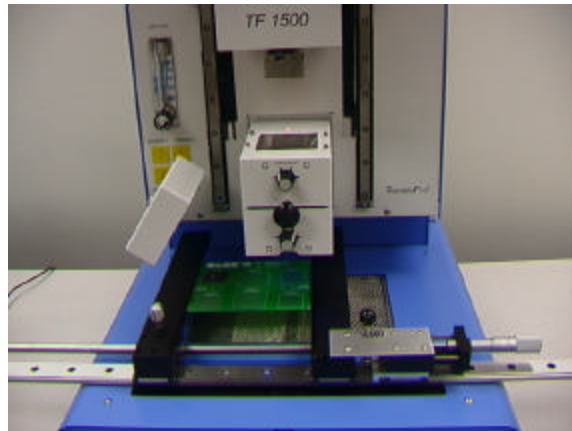

Figura 16
- vii. Extraiga la cámara. (Figura 16)